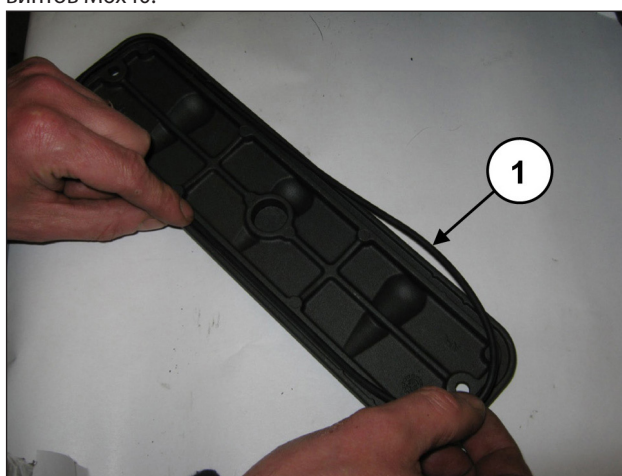
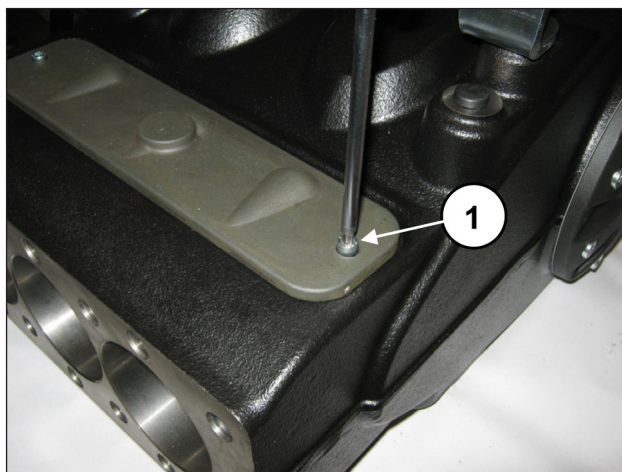

Рис. 191
Рис. 192
Вставьте уплотнительные кольца O-ring в смотровые крышки (поз. ①, Рис. 191) и установите крышки с использованием 2 винтов M6x14 (поз. ①, Рис. 192) и 2 винтов M6x40.